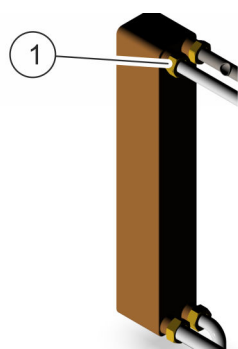

Abb. 29: Verschraubungen lösen
3. ➔ Um den Wärmetauscher zu lösen, mit einem Rollgabelschlüssel 4 Verschraubungen (Abb. 29/1) lösen.
- 6. ➔ Um den neuen Wärmetauscher festzuschrauben, 4 Verschraubungen (Abb. 29/1) anziehen.